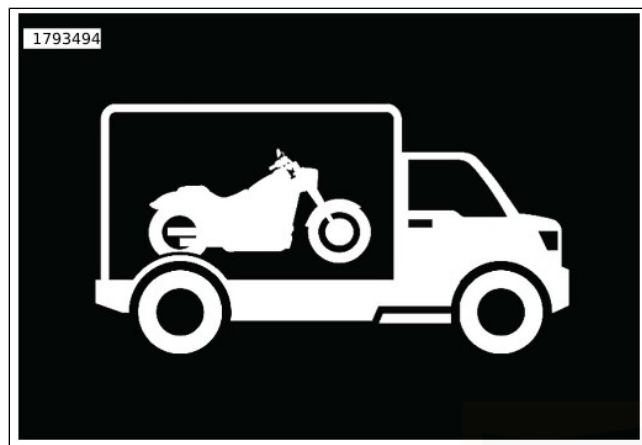

Abbildung 25. Transportmodus-Anzeige
4. Siehe Abbildung 25. Nach der Aktivierung wird auf der IFCU ein Transportmodus-Symbol angezeigt, das darauf hinweist, dass sich das Sicherheitssystem im Transportmodus befindet.